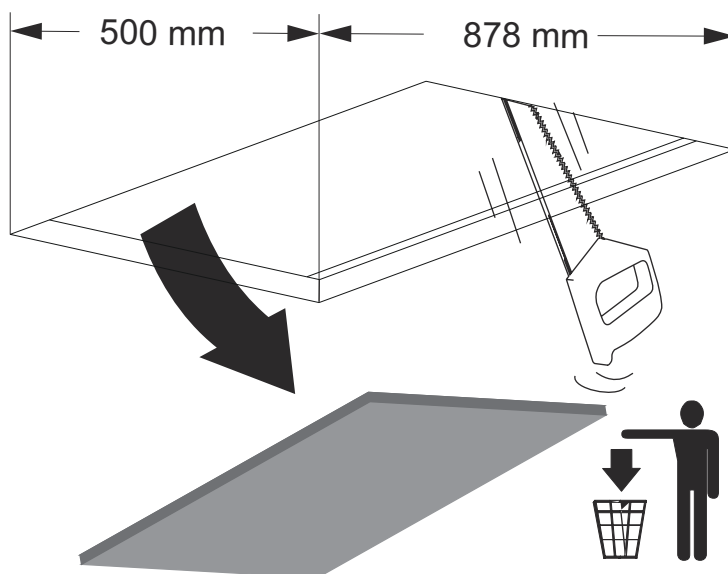

Fig. 12
2. ➔ Loftet eller materialet emhætten monteres i skal skæres med oplyste mål (Fig. 12).